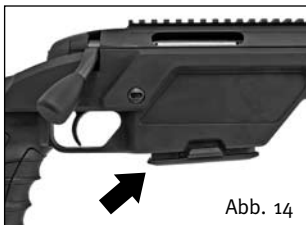

Abb. 14
1. Das Magazin wurde herausgenommen oder in der Sicherheitsposition (Abb. 14) arretiert und die Waffe ist entladen!